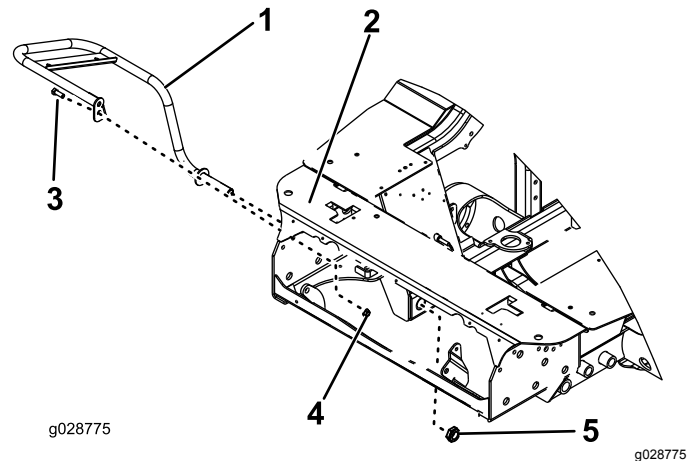

Bild 15
2. Entfernen Sie den Bolzen und die Mutter, mit denen die Halterung der Bremswelle befestigt ist (Bild 15).
3. Installieren Sie die Schutzvorrichtung und befestigen Sie die Sechskant-Sicherungsmutter lose durch das große Loch vorn im Rahmen (Bild 15).
4. Fügen Sie die Schraube und die Mutter, die Sie zuvor entfernt haben, durch die Schutzvorrichtung zusammen und ziehen Sie sie fest (Bild 15).